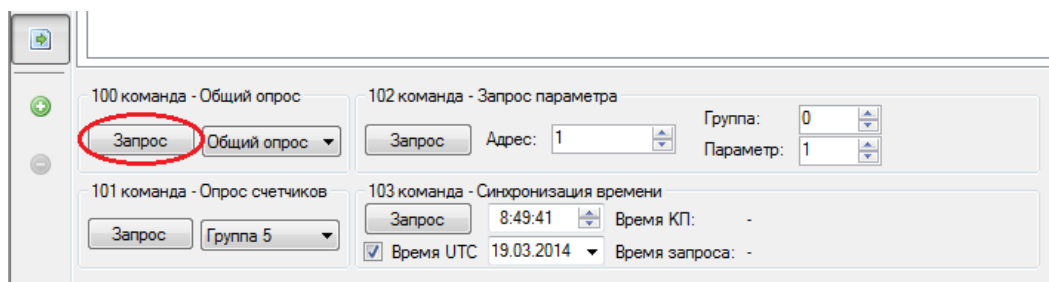

Рисунок 2.10. Отправляем ЭНКС-у запрос команда 100.
17. Нажав на кнопку «Команды»  открываем панель с командами и отправляем ЭНКС-у команду 100, нажав кнопку «Запрос» в блоке «100 команда» см. рис. 2.10).